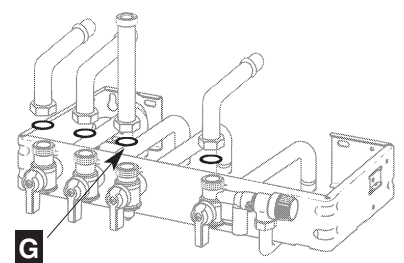

Abb. 10
- die verschiedenen Gasdichtungen **G** (Gummi ), und die Anschlussrohre am Gasrohr beginnend festschrauben (Abb. 10)